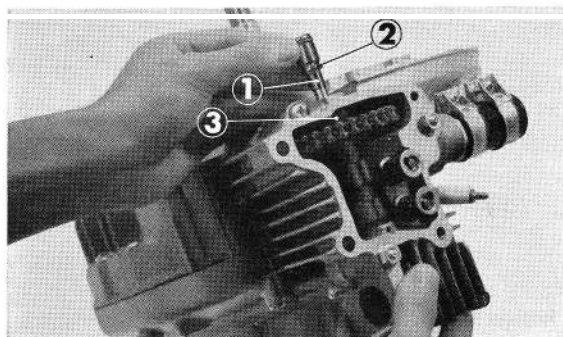

Figure 2-23 : ① axe de l'arbre à cames ② bague de 8,1×1 ③ rampe à huile
6. Aligner les arêtes de la rampe à huile et de l'axe de l'arbre à cames, et frapper ce dernier à petits coups (figure 2-23).